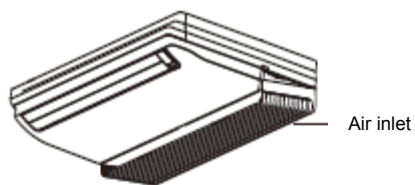

Fig. E1
1. Otwórz wlot powietrza (patrz Fig.E1).